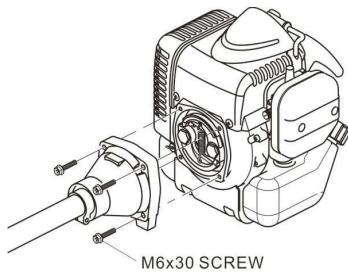

Fig.1
- Poner motor y tubo de eje en el suelo y comienza a montar Fig.1